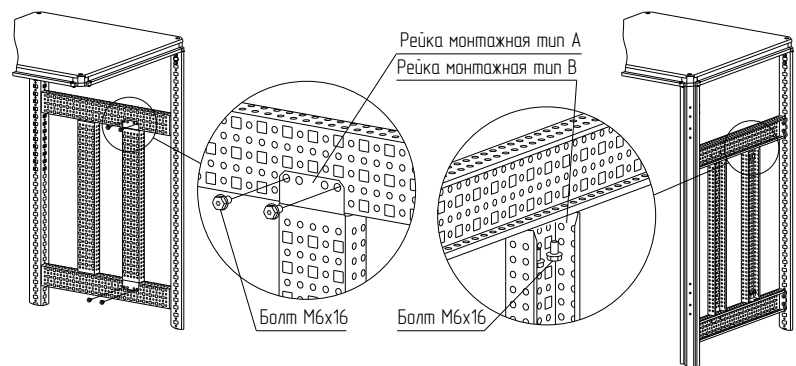

Рисунок 14
4.5.4.2 Закрепите рейку монтажную по вертикали одним из способов (рисунок 14).